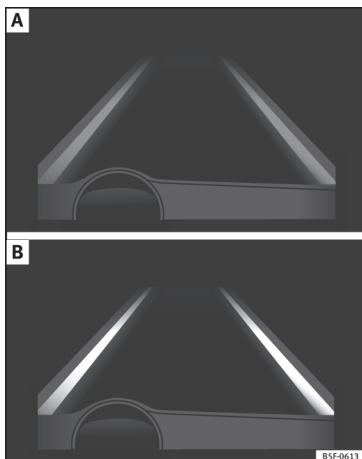

Fig. 203 En la pantalla del cuadro de instrumentos: indicación en la pantalla del sistema de aviso de salida del carril (ejemplo 1).
- El sistema está activado, pero no disponible, bien por no haber alcanzado la velocidad mínima o bien porque no reconoce las líneas de carril » **fig. 203 A.**
- El sistema está activado y disponible, tiene las dos líneas del carril reconocidas. En este momento no está corrigiendo la trayectoria » **fig. 203 B.**